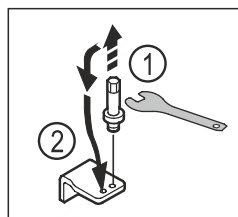

Fig. 17
- ▶ Čap dolnej ložiskovej kontroly vyskrutkujte vonkajším kľúčom na šesťhrannú maticu SW5. Fig. 17 (1)
- ▶ Nasadte čap na opačnú stranu. Fig. 17 (2)